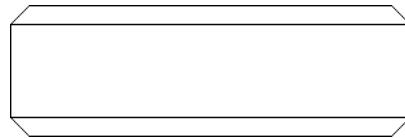

图 3-32 绘制水平线
③ 在选择水平线的终点后，再单击“确定”按钮 ，即可完成水平线的绘制，结果如图 3-32 所示。